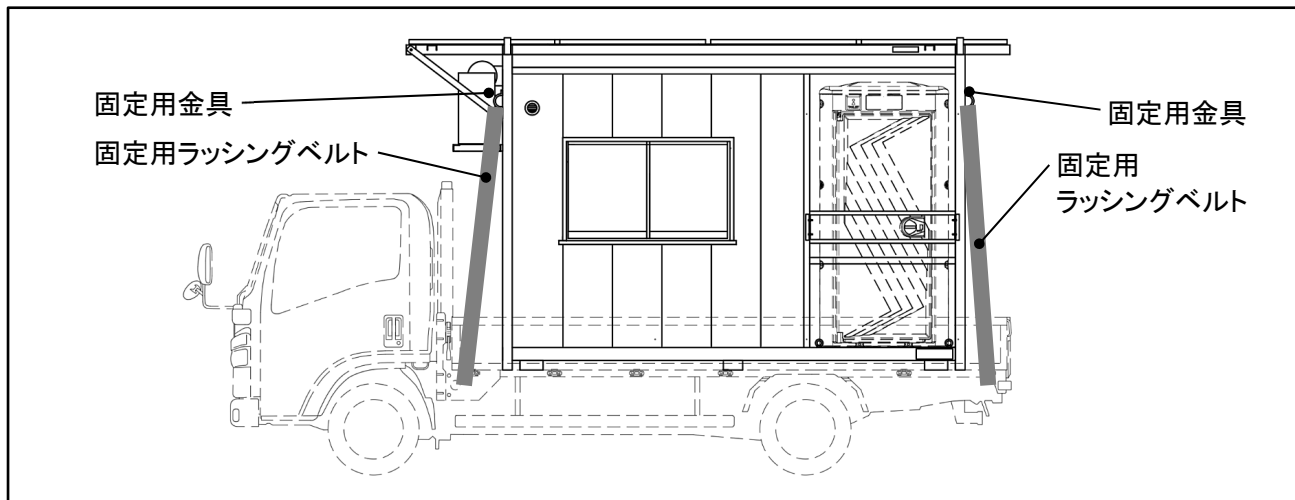

Fig. 3-3 車両への固定方法
- ① 荷台に積載したら「Fig. 3-3」のように四隅にある固定用金具に固定用のラチェットバックル式両端フック付きのラッシングベルトを使用し、荷台に固定してください。
- ② エアコン室外機の輸送時の飛来物(ゴミ、虫、風雨等)を防ぐ為、必要に応じてカバーを用意し保護してください。